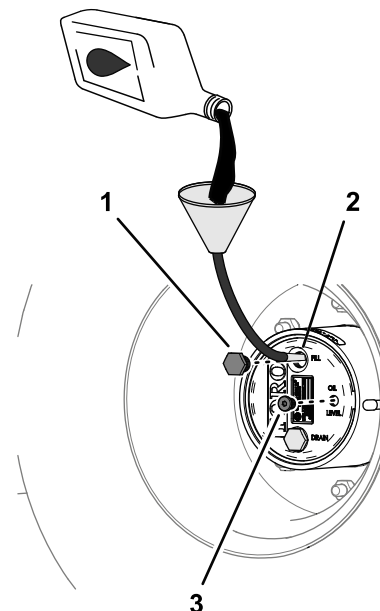

Figure 95
4. Si le niveau d'huile est trop bas, enlevez le bouchon de remplissage et ajoutez l'huile spécifiée jusqu'à ce qu'elle ressorte par le trou du bouchon de contrôle (Figure 95); voir Spécifications de l'huile du train planétaire \(page 71\).
6. Remettez en place les bouchons de remplissage et de contrôle (Figure 95).
- Versez lentement le lubrifiant pour engrenages spécifié par l'orifice du bouchon de remplissage; voir Figure 95 sous Contrôle du niveau de lubrifiant du train planétaire (page 71).
- Remettez en place les bouchons de remplissage et de contrôle; voir Figure 95 sous Contrôle du niveau de lubrifiant du train planétaire (page 71).